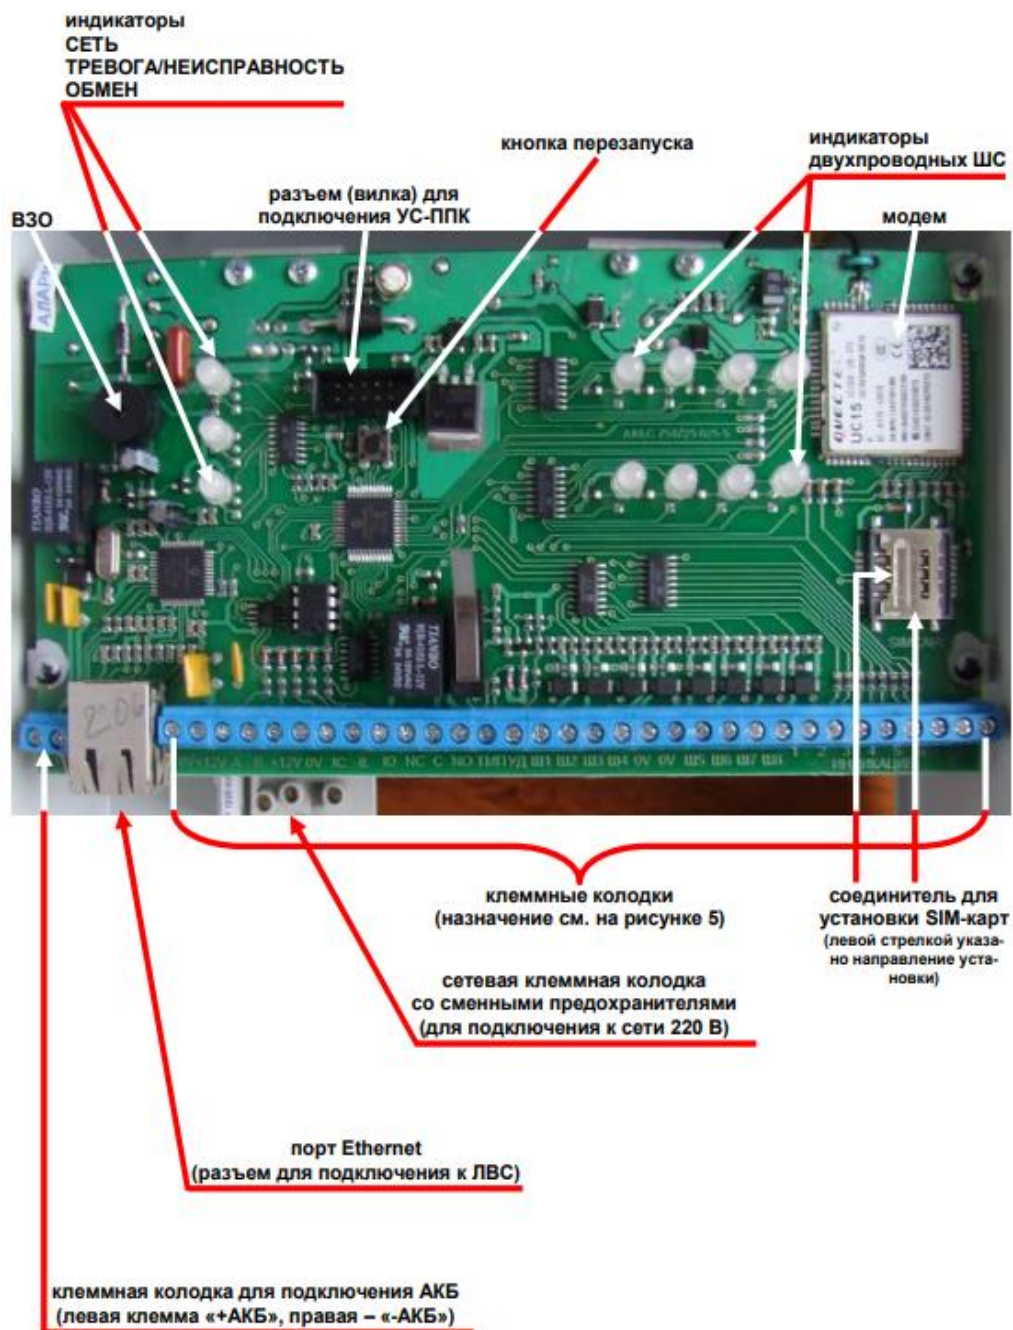

Рисунок 24. Внешний вид платы приемно-контрольного прибора «Аларм-11»
- исполнение «Б» – обеспечивает контроль радиоканальных ОИ системы «Астра РИ-М» производства компании «ТЕКО» с помощью радиорасширителя «Астра-РИ-М РР». Все исполнения прибора выпускаются в металлическом корпусе. В основании корпуса устанавливается плата с элементами (Рис.24): клеммные колодки, разъём для подключения модуля УС-ППК, тампер, кнопка перезапуска, модуль GSM, разъём для подключения к ЛВС, ВЗО, модем, соединитель для подключения SIM-карт индикаторные светодиоды СЕТЬ, ТРЕВОГА/ НЕИСПРАВНОСТЬ, ОБМЕН, 1-8. Индикатор СЕТЬ отображает тип источника питания прибора: питание от сети 220 В; питание от АКБ; АКБ разряжена, либо не установлена в приборе. Индикатор ТРЕВОГА/НЕИСПРАВНОСТЬ: норма; состояние «Тревога» («Экстренный вызов»); неисправность. Режимы работы индикатора ОБМЕН зависят от режима работы прибора. В режиме работы прибора в составе СПИ индикатор